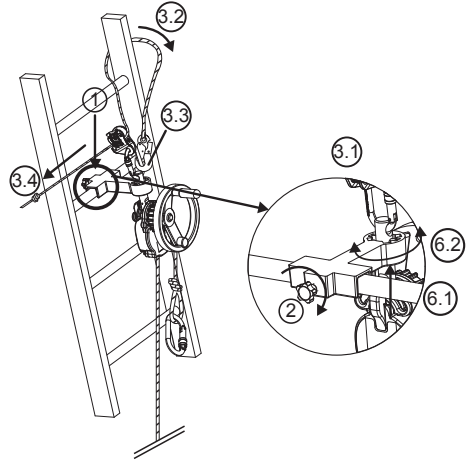

Рис. 7
### 6.3.3 Спусковое устройство DEROPE™ UP K (Рис. 7)
1. Поместите малый кронштейн на балку лестницы в положение, нужное для проведения спасательной операции, выше эвакуируемого человека (Рис.7, 1).
2. Затяните фиксирующий штифт на задней стороне поддерживающего кронштейна, используя ручку затяжки (Рис.7, 2).
- Закрепите карабин устройства LCM 05 в отверстии на вершине крепежного штифта (Рис.7, 3.1).
- Пропустите страховочный строп вокруг балки лестницы, расположенной выше кронштейна, обходя вокруг стойки лестницы (Рис.7, 3.2).
- Прикрепите карабин страховочного стропла к карабину устройства позиционирования LCM 05 (Рис.7, 3.3).
- Натяните страховочный строп, потянув за свободный конец (Рис.7, 3.4).
(Рис.7, 6.1 – 6.2).